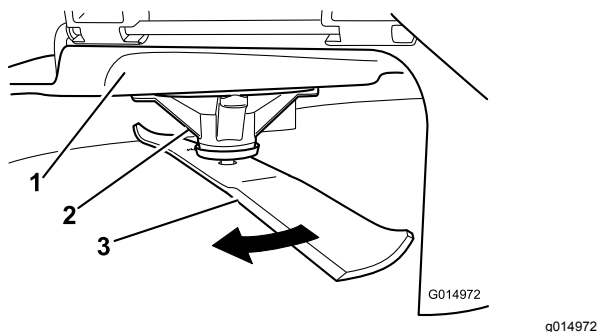

Figura 51
- Llevando guantes fuertemente acolchados u otro tipo de protección apropiada para las manos, gire la cuchilla lentamente hasta una posición que permita medir la distancia entre el filo de corte y la superficie nivelada en la que descansa la máquina (Figura 51).